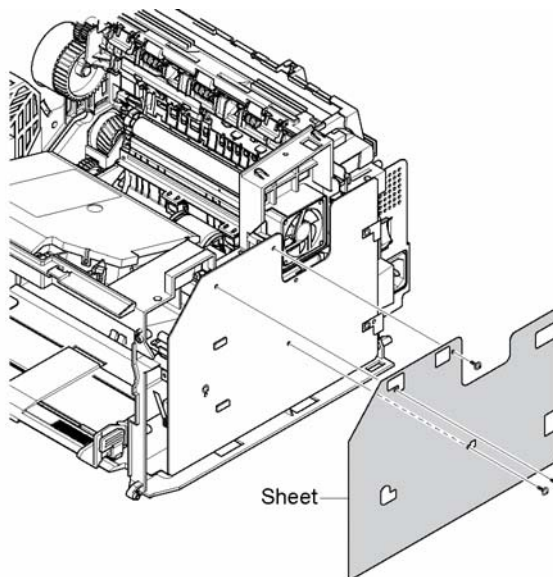

Рисунок 1
3. Выкрутите 3 винта, крепящих пластину, и снимите ее, рисунок 1.